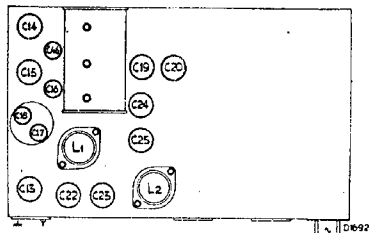
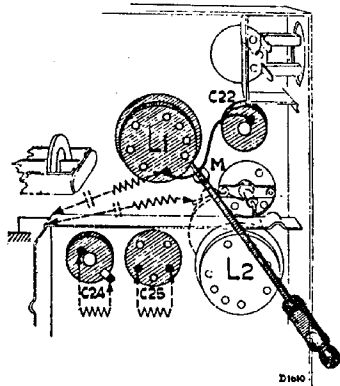

Fig. 4
Fig. 5
3. C24 dempen met 25000 Ohm, (fig. 5) C25 (fig. 4) trimmen op max. output, daarna dempingsweerstand wegemen.
4. Hulpapparaat aansluiten (b.v. met contactstift door gat in chassis (fig. 5), C22 dempen met 2000 Ohm met 0,1 μ F, te trimmen toestel afstemmen.